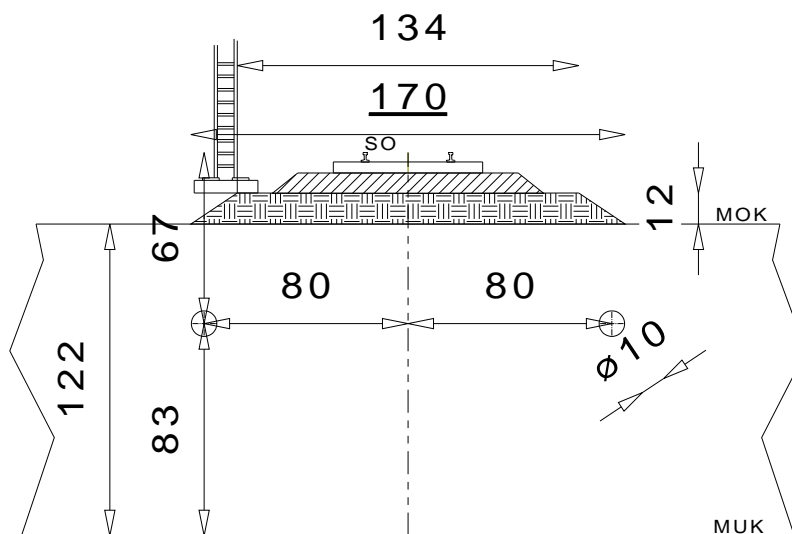

Abb.3: U-Profil
3. U-Profil für Heranführung des Gleises inklusive Ober- und Unterbau an den Modulkopf (Abb. 3)